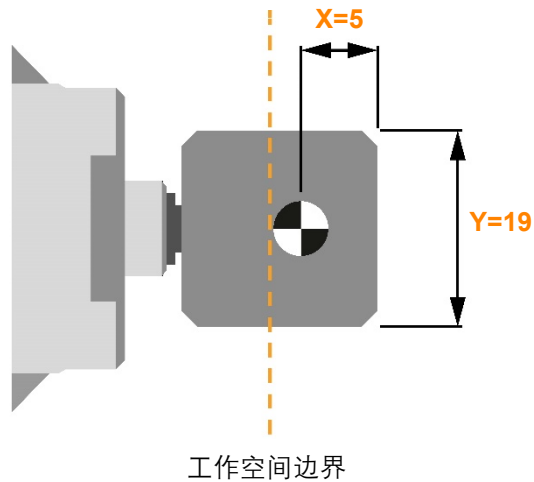

图3.3 设定方形测针
- Xx = 测杆 (St) 轴上起始位置与测针可接近面之间的距离（见图3.3）。
- Yy = 径向 (Ra) 轴上的测针宽度（见图3.3）。
如图3.3所示，将标定刀具定位在测针顶面上方10 mm处。